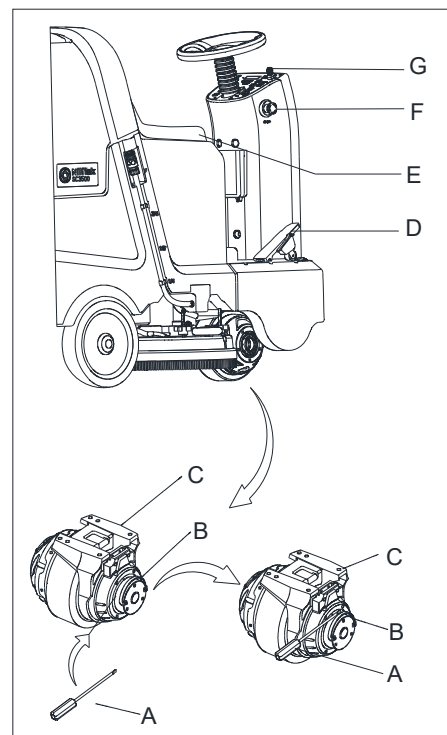

Figura 6
1. Rotiți comutatorul cheie (G, Figura 6) la poziția “ON”
2. Depresați ușor pedala de accelerație (D, Figura 6) și slăbiți-o pentru a verifica dacă mașina poate fi condusă în direcția către față și oprită..
3. Pentru a vă asigura de siguranța în funcționare, confirmați dacă mașina poate fi oprită imediat prin apăsarea butonului de avarie (F, Figura 6). Rotiți butonul de avarie pentru a-l reseta.
În unele cazuri, precum împachetarea/despachetarea mașinii, deteriorarea acesteia etc., trebuie să o deplasați fără ca motorul să lucreze. Inserați o șurubelniță (Figura 6, A) în frâna motorului (Figura 6, B) și mișcați-o între creștături (Figura 6), frâna este eliberată și mașina poate fi deplasată. După finisare, scoateți șurubelnița, în caz contrar nu veți putea porni mașina.